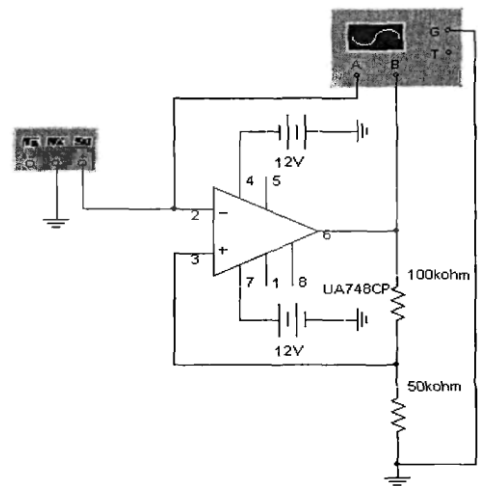

Рисунок 16
1. Смоделируйте схему компаратора, изображенную на рис. 16. Включите схему.